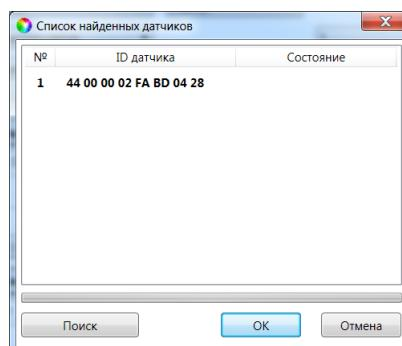

Рис. 6.15. Окно Список найденных датчиков
- В открывшемся окне *Список найденных датчиков* **выделите** строку необходимого термодатчика, щелкнув по ней левой кнопкой мыши, и нажмите кнопку *OK* (рис. 6.15).